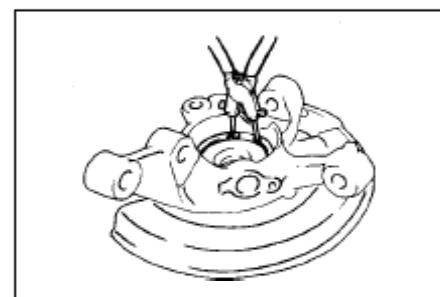

Рис. 154
- 11. Снимите пружинное стопорное кольцо ступицы левой передней оси** с помощью инструмента для снятия стопорных колец(рис. 154).